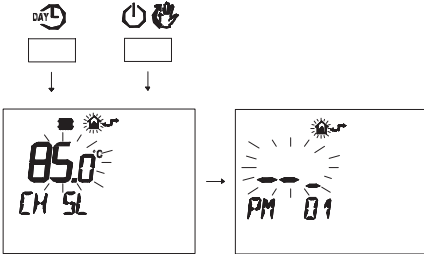

Figura 5.56
- Premere contemporaneamente i pulsanti DAY/☀️ e ⏻/👤 per entrare nella programmazione trasparente (Figura 5.56).